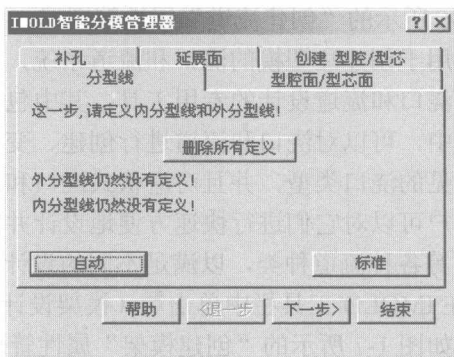

图 1-3 “IMOLD 智能分模管理器”对话框
(3) 型芯和型腔创建系统。在 IMOLD 工具栏中单击（型芯/型腔设计）按钮，弹出快捷菜单。单击“分模管理器”命令，弹出如图 1-3 所示的“IMOLD 智能分模管理器”对话框。